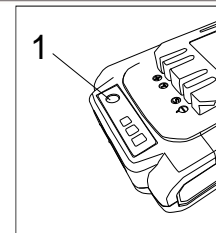

Рисунок 3. Индикатор емкости батареи.
Вы можете проверить состояние питания аккумулятора, нажав (1) кнопку отображения питания на задней панели аккумулятора. (Рис.3).